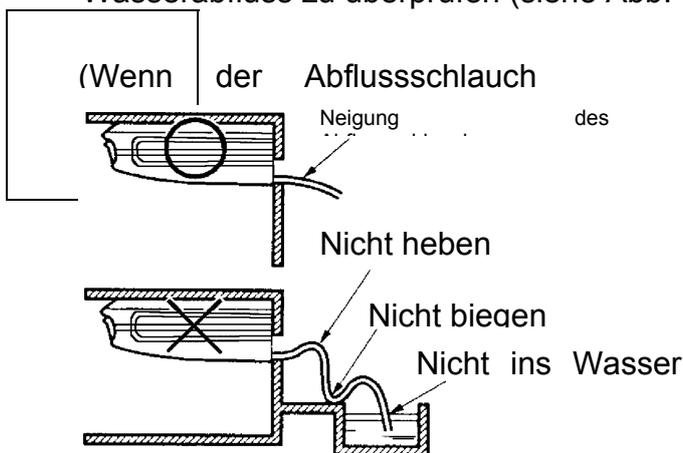

Abb. 1
Wenn das Außengerät niedriger als das Innengerät aufgestellt ist (Abb. 1)
- Stellen Sie sicher, dass der Abflussschlauch möglichst kurz ist und mit einer Neigung von mindestens 1/100 nach unten zeigt, um die Bildung von Lufttaschen zu verhindern. (siehe Abb. 1).
- Verwenden Sie den gelieferten Abflussschlauch (4) und Klemme (5).